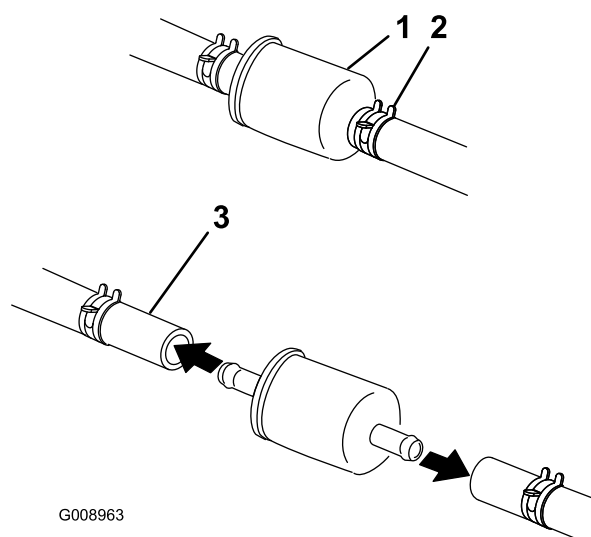

Figure 55
5. Fermez le robinet d'arrivée de carburant situé sous le siège (Figure 55).
6. Pincez les extrémités des colliers et faites glisser ceux-ci pour les éloigner du filtre (Figure 55).
8. Posez un filtre neuf et rapprochez les colliers de fixation des conduites du filtre (Figure 55).